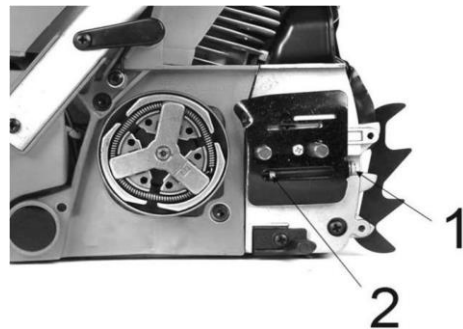

Рис. 3.
С помощью отвертки поверните регулировочный винт (1), установите выравнивающий штифт (2) (выступающий вал) в среднее положения (см. Рис.3).